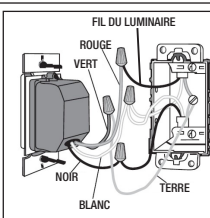

Figure 2
4. Raccorder le fil rouge de la minuterie au fil du luminaire à l'aide d'une marquette (voir Fig. 2).
10. Placer la minuterie dans la boîte de dérivation et l'attacher à l'aide de deux (2) vis de fixation fournies.